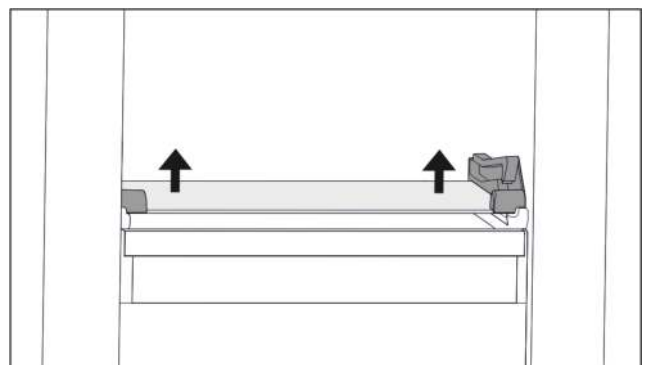

Fig. 49 Glasplatte des abkippbaren Schubfachs
- ▶ Glasplatte von unten beidseitig nach oben drücken. (siehe Fig. 49)